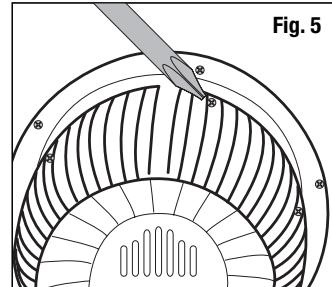

Fig. 5
- Pour enlever la grille avant : repérer les 3 vis situées au dos de la tête du ventilateur (Fig. 5).